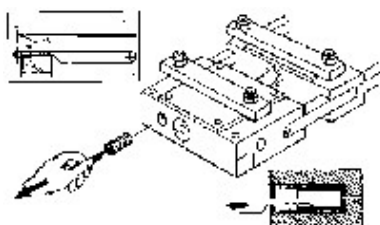

Рис.34
- Установите специальный инструмент, сделанный как показано на Рис. 34А в корпус клапана введите крюк в одно из отверстий в клапане